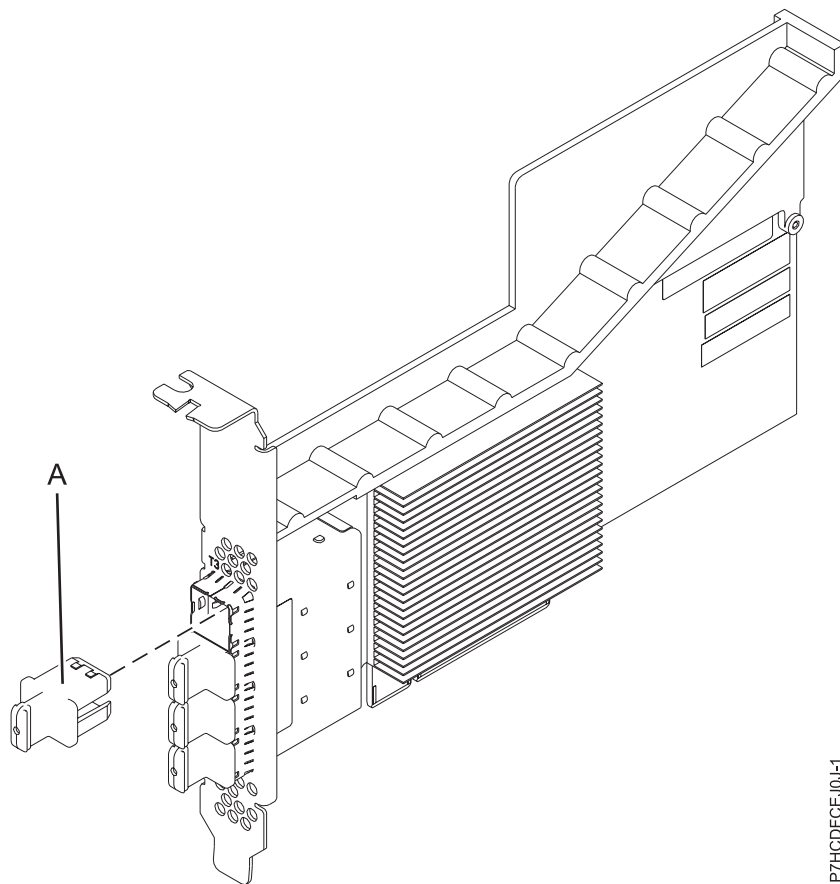

Figure 13. Carte PCIe3 à 4 ports SAS x8
L'adaptateur PCIe3 4 ports SASA x8 est une carte PCI Express (PCIe) SAS RAID de troisième génération, courte et à faible encombrement mais destinée à une installation pleine hauteur. Il est destiné à des applications SAS (Serial Attached SCSI) hautes performances et haute densité. Il prend en charge le raccordement d'unité de bande ou DVD SAS à l'aide de quatre connecteurs mini-SAS HD (haute densité) x4 qui permettent d'utiliser les liaisons physiques dans différentes configurations étroites et larges de ports. Le raccordement de bande magnétique n'est pris en charge qu'avec une configuration de carte unique et ne peut pas être combiné avec un disque SAS sur la même carte. L'adaptateur ne dispose pas d'un cache en écriture. La figure 13, à la page 43 illustre la carte PCIe3 4 ports SASA x8.
La figure 13 représente la carte. Le capuchon du connecteur (A) est installé dans un port vide et empêche que ce port ne soit endommagé lorsqu'un câble d'un connecteur de port adjacent est branché ou retiré.